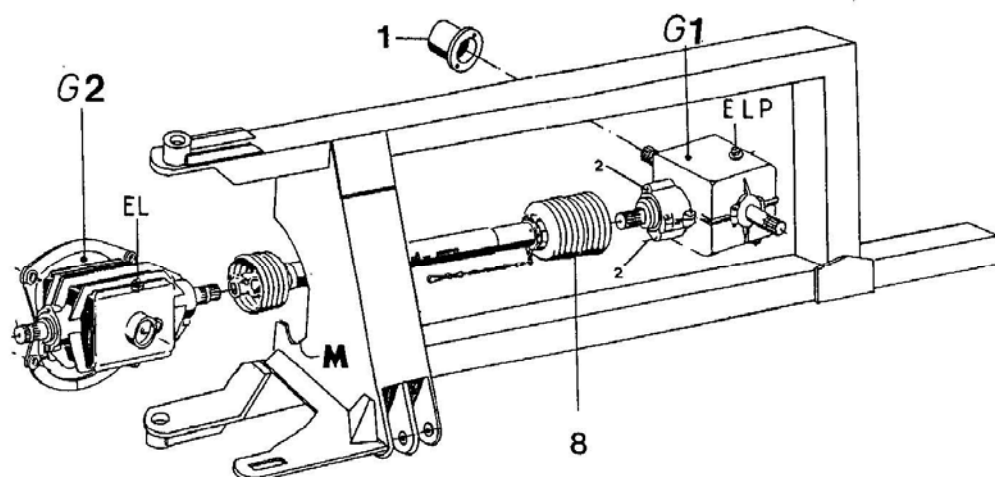

Abb. 21
Hinweis: Bei der Umstellung von Seitenanhängung auf Heck-Transportstellung kann die Gelenkwelle 8 in die Mulde M abgelegt werden, Abb. 21
- Wellenschutz 1 hinten demontieren, Abb. 21